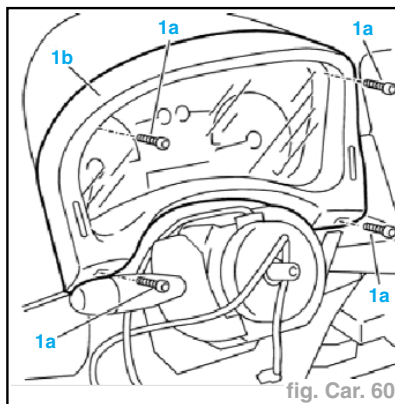

fig. Car. 60
- Dévisser les quatre vis (1a) et enlever le cadre du combiné de bord (1b) (fig. Car. 60).